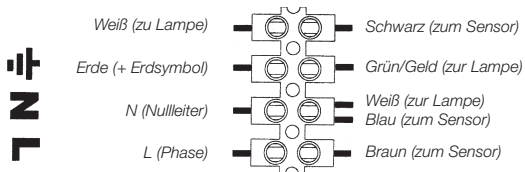

Abb. 2B
- Die drei Leiter des Netzkabels an die Lüsterklemme anschließen: Phase, Nullleiter, Schutzerde (Abb. 2B). Siehe Kennzeichnung in Schaltkasten.